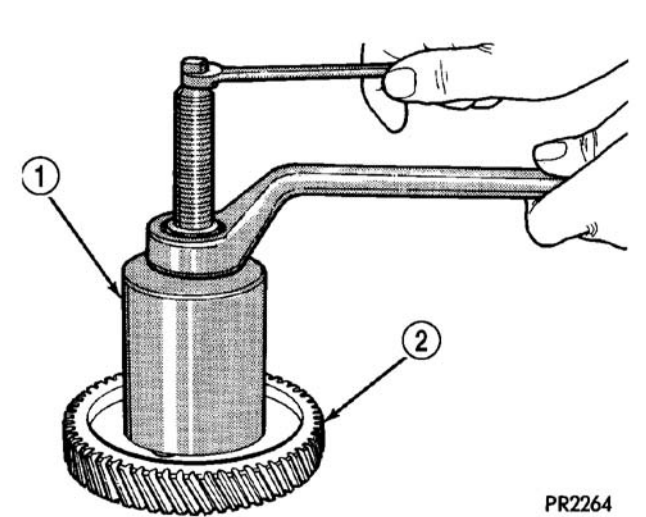

图 270 拆下动力传输轴齿轮轴承内圈
(8) 用工具 L-4406-1 和适配器 L-4406-3，拆下动力传输轴齿轮轴承内圈（图 270）。